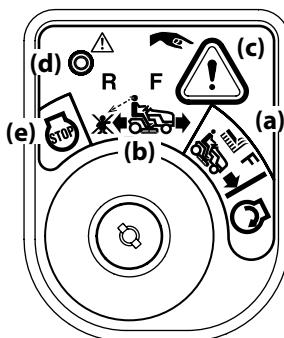

Figura 3-9
- Gire la llave de la posición CORTE NORMAL (a) a la posición MODO MARCHA ATRÁS CON PRECAUCIÓN (b) del módulo de encendido. Consulte Figura 3-9.
- Oprima el PULSADOR DE MARCHA ATRÁS (c) en el ángulo superior derecho del módulo de encendido. La luz indicadora roja (d) que está en el ángulo superior izquierdo del módulo de encendido se mantendrá ENCENDIDA mientras esté activada. Consulte Figura 3-9.